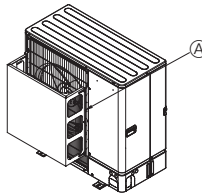

Fig. 2-5
② Instale uma guia de ar opcional se a unidade estiver instalada num local sujeito a fortes ventos, que podem entrar directamente na saída de ar. (Fig. 2-5)